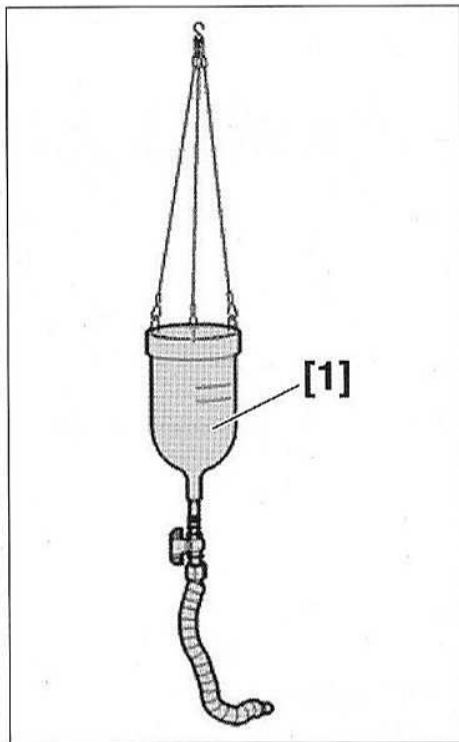

FIG.1
- [1]. Cylindre de remplissage de la boîte de vitesses (référence : 0344) (Fig.1)